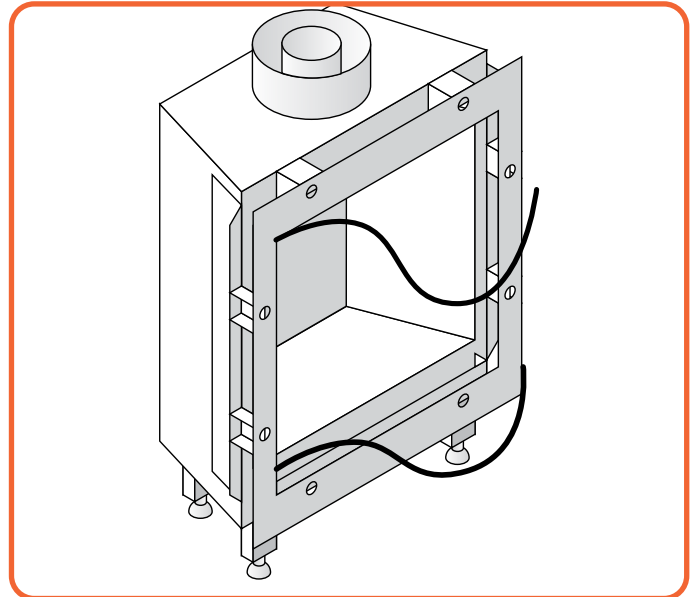

Figure 9.4 | Glasdichtung entfernen
- Entfernen Sie beide Seitenblenden und die untere Blende. Sie werden von Magnetverschlüssen gehalten, siehe Abbildung 9.4